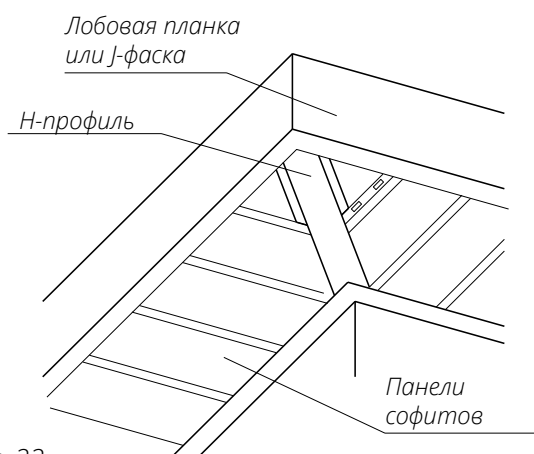
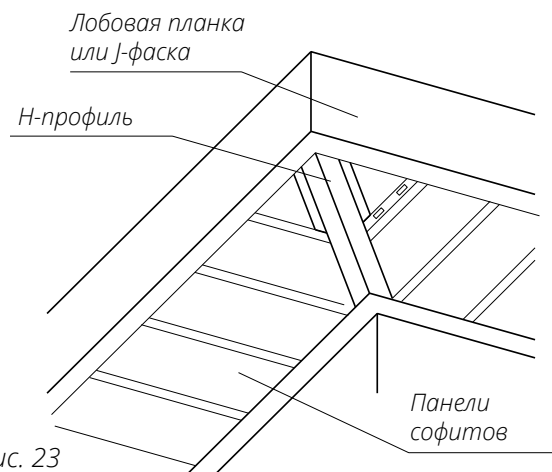
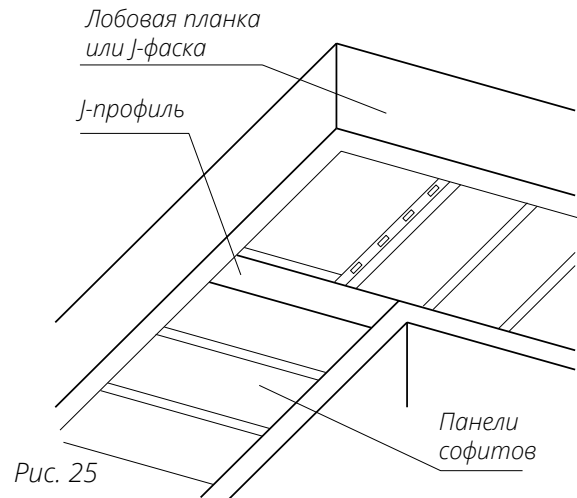

Рис. 22
Рис. 23
Рис. 25
- Оформление поворота можно производить как по диагонали (рис. 22, рис. 23), так и под прямым углом (рис. 22, рис. 23). В обоих случаях на стыке панелей софита могут использоваться Н-профиль (рис. 22, рис. 24) либо 2 J-профиля (рис. 24, рис. 25). Если не требуется скрыть крепеж, используйте Планку стыковочную простую.
- Перед монтажом планки сделайте ее разметку, приложив к месту установки так, чтобы зазоры между доборными элементами были минимальны. Обрежьте лишнее (рис. 22). Закрепите планку саморезами к обрешетке.